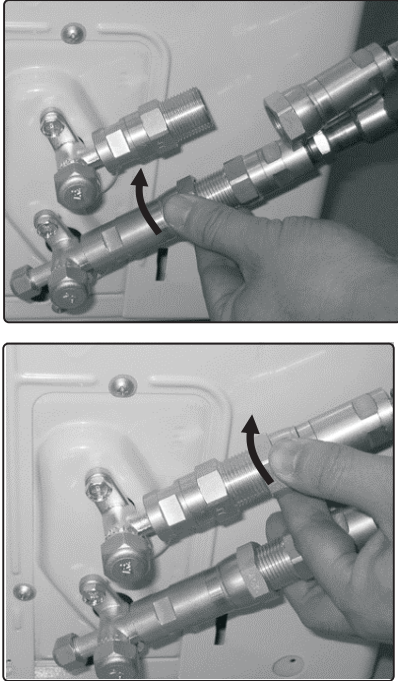

Abb. 6.3
3. Richten Sie die Kältemittelleitungen an den Ventilen aus und sorgen Sie dafür, dass sie nicht belastet werden. Setzen Sie dann die Verschraubungen der Kältemittelleitungen wie in Abb. 6.3 gezeigt gerade auf die sich an den Ventilen der Außeneinheit befindlichen Gewinde und ziehen Sie sie handfest an. **HINWEIS:** Die Kältemittelleitungen müssen so an die Ventile der Außeneinheit angeschlossen werden,